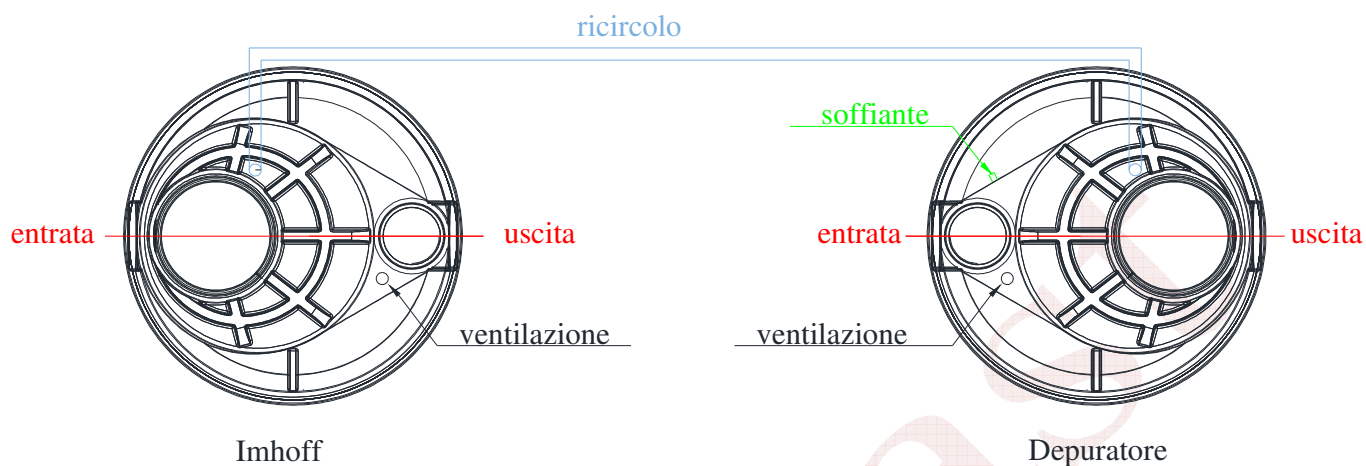

Fig.2 – Posizionamento collegamenti biogas-ventilazione, soffiante e ricircolo
5.2. Collegamento uscite biogas (ventilazione) (Fig.2)
- il collegamento deve essere effettuato utilizzando fascette di acciaio inox e tubo tipo rinforzato in gomma da ¾" (19mm) o superiore, proteggendolo da schiacciamento e strozzature. Il collegamento al depuratore avverrà in corrispondenza del raccordo identificato dalla targhetta o scritta "soffiante" (Fig.2).